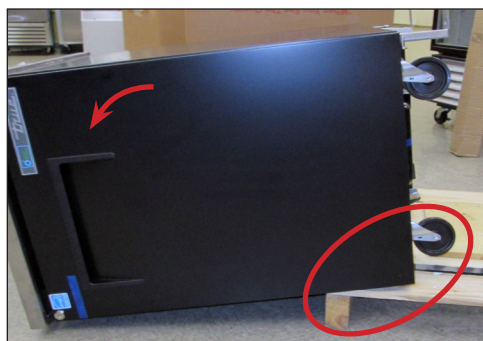

Fig. 4a. Inclinez l'appareil sur le côté, charnières vers le haut. Évitez que les roulettes ne posent sur la palette pour éviter tout déplacement inopiné.
4. Vérifiez que les charnières de l'appareil sont orientées vers le haut. Inclinez ensuite l'appareil pour le sortir de la palette et posez-le sur le carton. Voir fig. 4a et 4b.